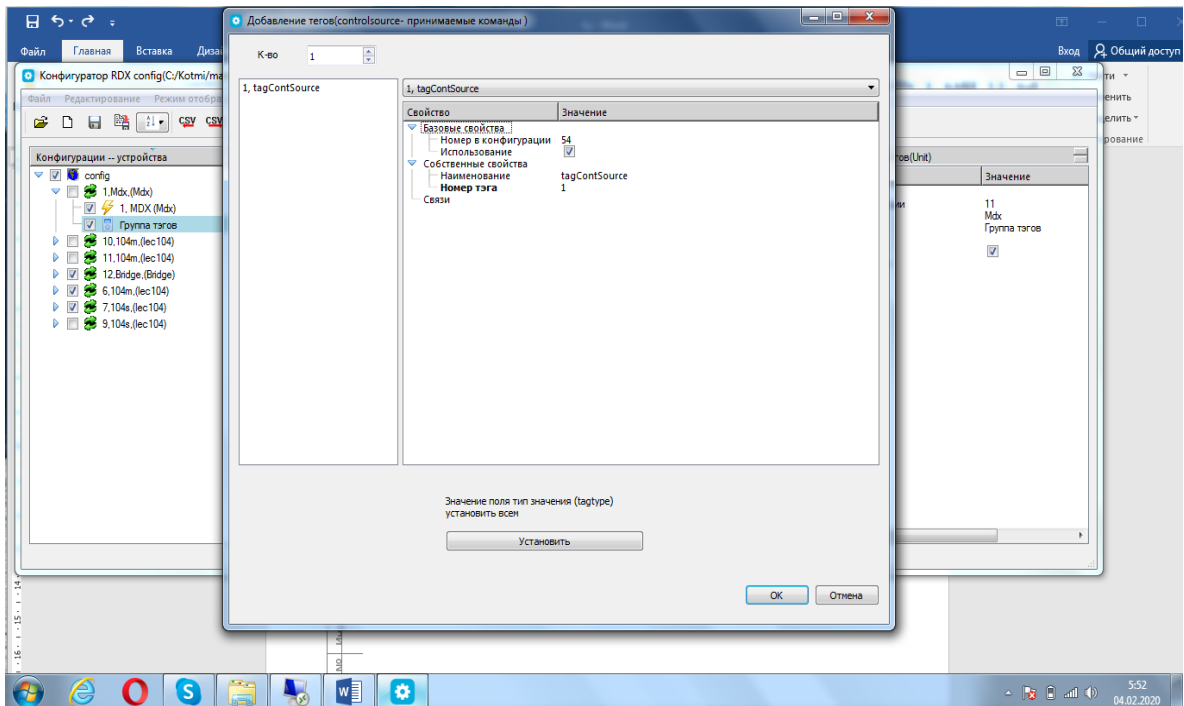

Рисунок 5.68 - Окно создания нового параметра
2. В открывшемся окне свойств параметра (Рисунок 5.68) введите свойства создаваемого параметра. При наведении указателя мыши на название свойства во всплывающей подсказке отображается название атрибута в шаблоне устройства, соответствующее данному свойству параметра.